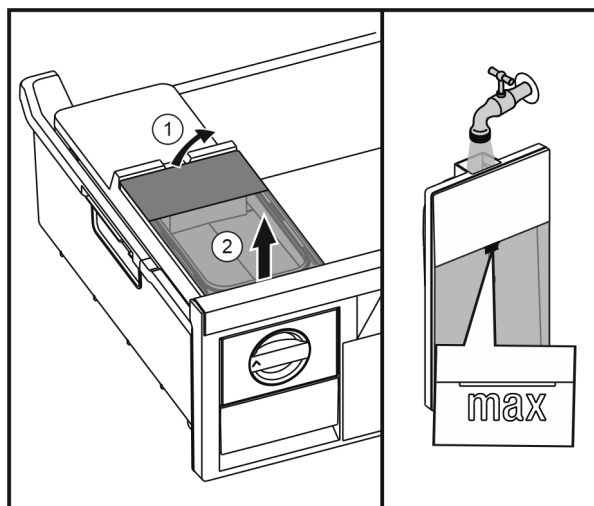

Fig. 55
► 从后部提起水箱 Fig. 55 (1)并向上取下 Fig. 55 (2)。